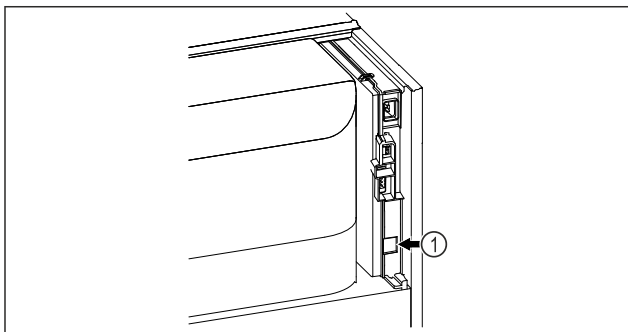

Fig. 90
- SmartModule Fig. 90 (1) встановлено.